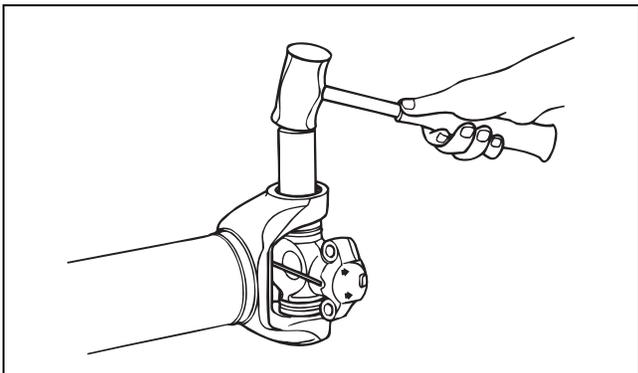

Figura 4
1. Si es necesario, use un punzón de latón para golpear el centro del buje y ayudar a desmontar el anillo retén. Figura 4.